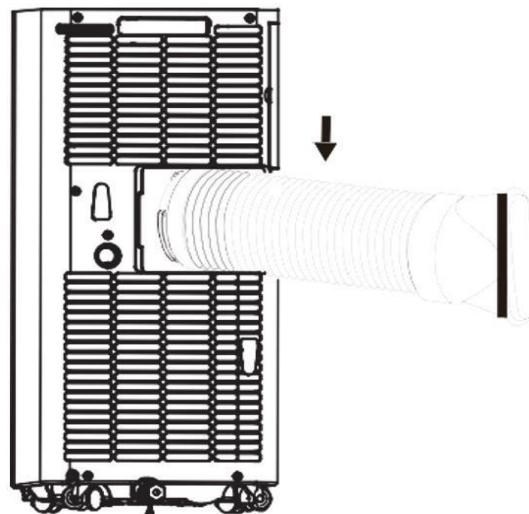

Abb.1
- Schrauben Sie den Abluftschlauch (mit Adapter) an die Abluftöffnung an der Rückseite des Gerätes (im Gegenuhrzeigersinn, Abb. 1).